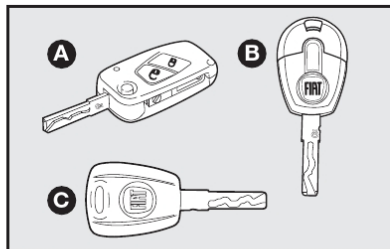

fig. 1
### CHAVES - fig. 1
Com o veículo, são entregues, conforme versão, uma chave **A-fig. 1** e sua reserva **C-fig. 1** ou duas chaves **B-fig. 1**.
As chaves **A** ou **B-fig. 1** de uso normal no veículo são usadas para:
- abertura/fechamento das portas por meio do controle remoto (chave **A-fig. 1**).
Para a chave **B-fig. 1** está prevista a predisposição para instalação de controle remoto.